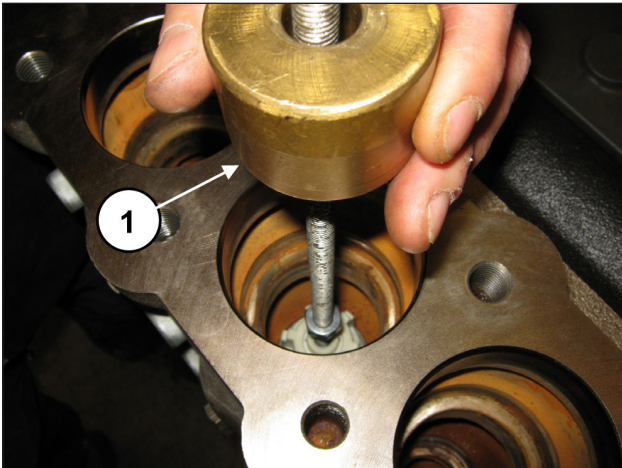

Abb. 101
Entfernen Sie die Saugventilgruppe mithilfe eines Abziehers mit Schlagwerk (Art. 27516400) an der Bohrung M10 der Ventilführung (Pos. ①, Abb. 101).